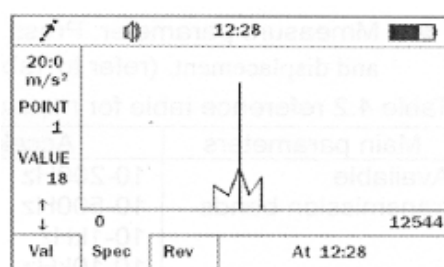
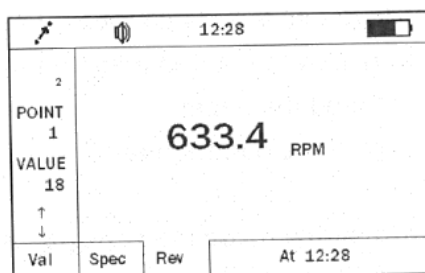

Figura 4.1b Modo especial
Figura 4.1c Modo Rev
- Modelo de medida: Presione  para seleccionar el modelo de medida: Common model , spectrum model and Rev model (modo comun, modo espectro y modo rev)(figuras 4.1a, Figura 4.1b, Figura 4.1c)
Spectrum mode (Modo espectro): Mostrar el gráfico de espectro (ver figura 4.1b)